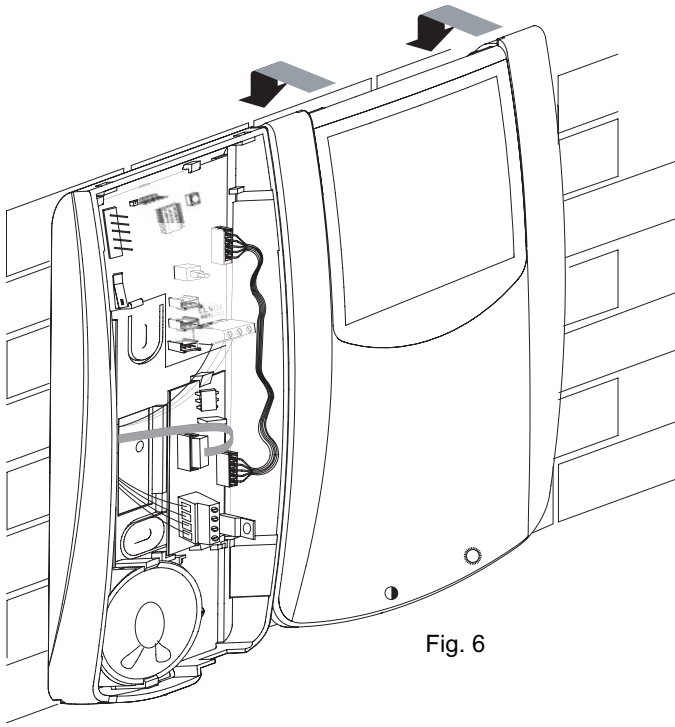

Fig. 6
- Connect the monitor cabling to the connecting card by means of card connector CN2 (see Fig. 6).
- Insert monitor laying it on proper seats and pulling it downward until its complete locking (see Fig. 6).
- Brancher le câble du moniteur à la carte de raccordement au moyen du connecteur CN2 de la carte (voir Fig. 6).
- Insérer le moniteur en l'appuyant sur les emplacements appropriés et en le tirant vers le bas jusqu'à son complet blocage (voir fig. 6).
- Conectar el cable del monitor a la ficha de conexión por medio del conector CN2 de la ficha (ver Fig. 6).
- Insertar el monitor apoyándolo en los asientos apropiados y jalándolo hacia abajo hasta su completo bloqueo (ver Fig. 6).
- Das Monitorkabel durch den Karteverbinder CN2 an die Anschlusskarte anschließen. (siehe Abb. 6).
- Lehen den Monitor an die passenden Sitze und ihn (durch dessen Ziehen nach unten bis zu seiner vollkommener Sperre) einsetzen (siehe Abb. 6).
- Ligar o cabo do monitor à placa de ligação através do conetor CN2 da placa (ver Fig. 6).
- Inserir o monitor apoiando-o nas sedes apropriadas e tirando-o para baixo até o suo completo bloqueio (ver fig.6).